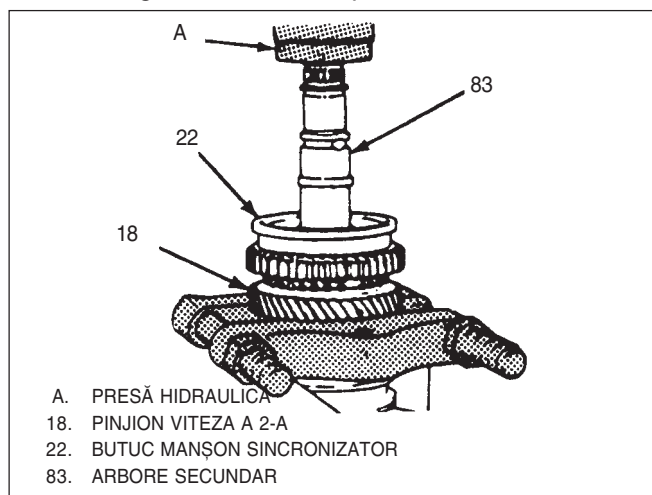

Fig. 46 Demontare pinion viteza a 2-a
- 3) Cu extractorul la presă se depresează pinionul vitezei a 2-a împreună cu ansamblul sincronizator 1-2((18), (19), (25), (22)), Fig 46.